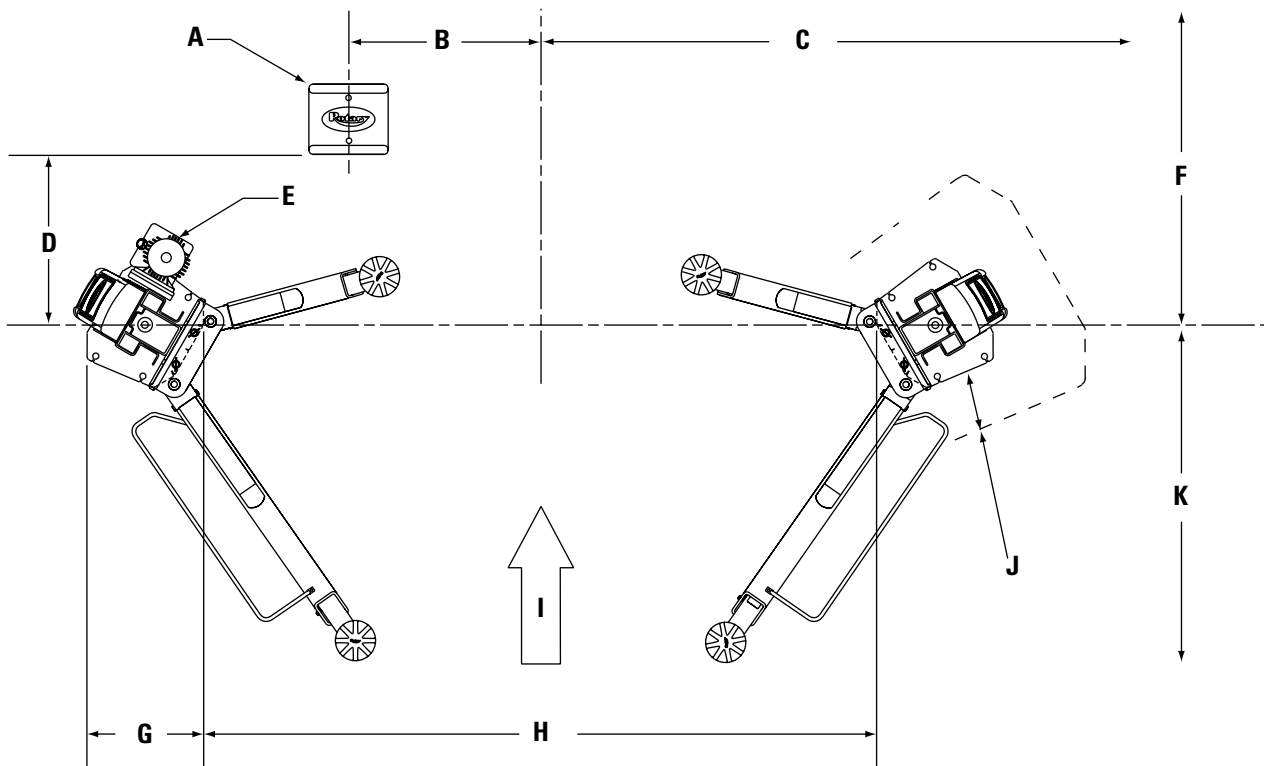
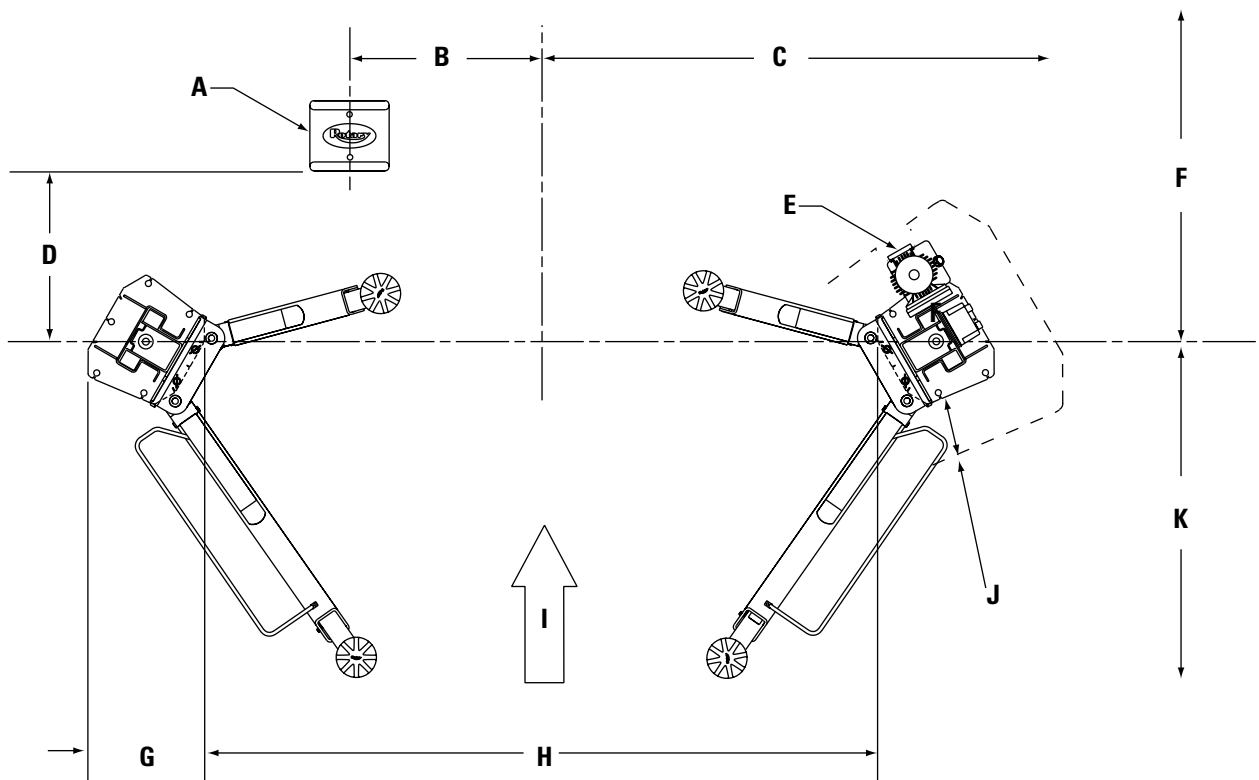

Fig. 1a
Fig. 2a
1. Mise en place du pont élévateur : Utiliser, si possible, le projet de construction de l'architecte pour placer le pont élévateur. Les fig. 1a, 1b ou 2a, 2b représentent les dimensions d'un plan de poste typique.
5. Réglage du pont élévateur : Positionner les colonnes en zone d'action en respectant les dimensions indiquées aux fig. 1a, 1b ou encore fig. 2a, 2b. La colonne reposant au sol, deux personnes peuvent soulever le haut de la colonne et se diriger vers la base. Lorsque la colonne approche de la verticale, l'une des deux personnes se dirige vers le côté opposé de la colonne et aide à mettre la colonne à plat sur sa base. Les deux faces arrière des plaques de base de la colonne doivent être perpendiculaires à l'axe de la colonne du pont élévateur. Des entailles sont faites dans chacune des plaques de base pour indiquer l'axe du pont élévateur. En utilisant des outils appropriés, soulever le chariot jusqu'à la première position de loquet. S'assurer que le loquet de blocage est bien engagé.